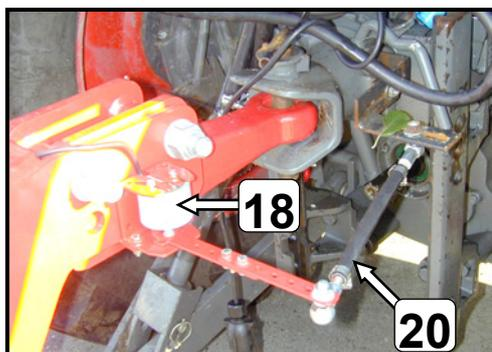

Рис. 9
В дисплее 30 оба потенциометра (18) и (19) системы автоматического дышла или управляемой ходовой оси калибруются (рис. 9, 10 и 11).
Вместе с тем для корректного функционирования обеих функций автоматического дышла или управляемой ходовой оси, а также автоматического среднего положения дышла/оси, необходимо среднее положение обоих потенциометров (18) и (19) правильно откалибровать (рис.9, 10 и 11).
- Нажатием **клавиши ОК** выбирают для режима ввода верхнее значение, которое в верхней части дисплея 30 мигает на дисплее (рис. 9) (= значение потенциометра со стороны трактора (18). Экран отображает дополнительный показатель ("0" или "1") в положении между двумя другими показателями.
- Значение "0" или "1" подтверждают **клавишей ОК**, второе значение для потенциометра (19) центра вращения дышла (В) при этом мигает на экране (рис. 9).
Указание: Значение "0" означает, что активирована *автоматическая функция* в программном обеспечении для управления дышлом. Если опрыскиватель не оснащен *автоматическим дышлом или управляемой ходовой осью* (передний переменный резистор не закрепляется (18, рис. 9)), то можно *автоматическую функцию* в программном обеспечении деактивировать путём введения единицы "1".
Мертвая зона переменного резистора стороны трактора (18), которая регистрирует угол между трактором и буксирной скобой (рис. 9), представляет собой узкую площадку вокруг центральной позиции переменного резистора, внутри которой переменный резистор (18) может быть приведен в движение посредством оси регулировки (20) без какого-либо сигнала ЭВМ регулировки.
Мертвая зона "*dz*" *переднего переменного резистора* (18, рис. 9) устанавливается при изготовлении с показателем в диапазоне 8 - 12, изменения могут вноситься по мере необходимости, например, если сцепное устройство / поворотная ось используют достаточно часто или не часто для регулировки.
Показатели *gnl* и *gnr* позволяют *отдельно корректировать регулируемый уровень налево и направо*. Независимо от типа трактора, тип распылителя, способ крепления управления пучком распыления (20, рис.9) и скорость движения, может появиться необходимость внести изменения в автоматическое управление. При отрицательном показателе управление сильнее откликается на регулирующий импульс. Распылитель работает более наружу (вне канавки трактора). При положительном показателе распылитель работает более вовнутрь (внутри канавки трактора). Данные показатели могут быть изменены, основываясь на вашем собственном опыте работы в поле.
- Для ввода режима нажмите **клавишу ОК**, показатель с левой стороны (внешний переменный резистор) (передний переменный резистор (18, рис. 9) на экране 31 будет мигать.